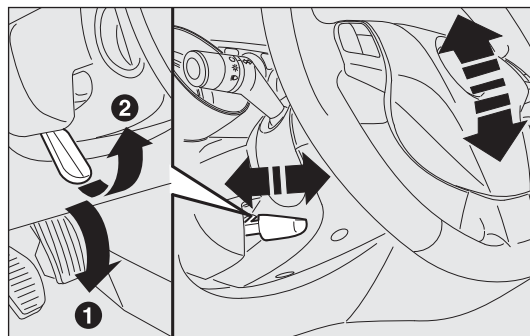

fig. 35
- sbloccare la leva A-fig. 35 spingendola in avanti (posizione 1);